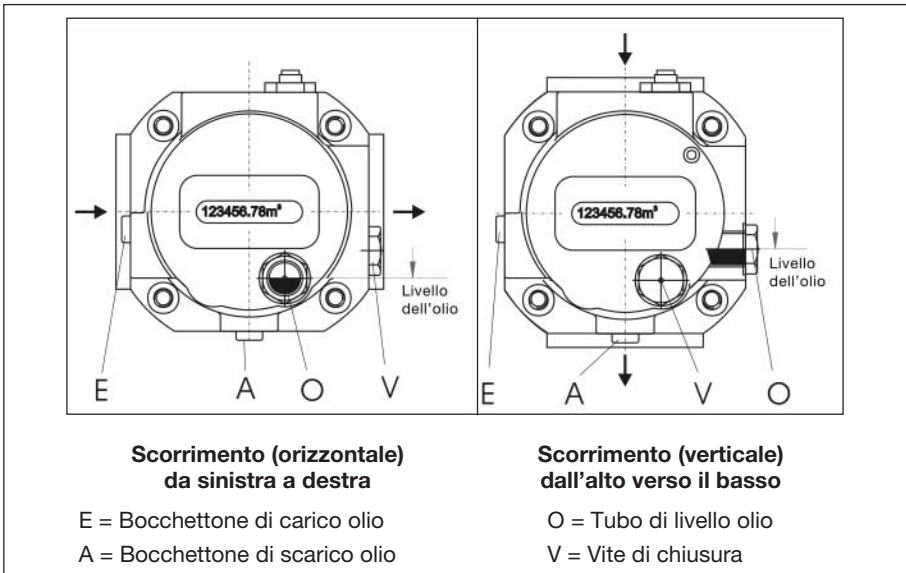

Figura 7: Posizione di montaggio orizzontale e verticale, riempimento olio e indicatore livello olio **tipo RGV-ST**
- In caso di **scorrimento orizzontale** sono disponibili due aperture di carico dell'olio E o V. L'apertura di scarico A si trova nel punto più basso. Il tubo di livello O si trova sulla parte anteriore del contatore sotto al totalizzatore (Figura 7 a sinistra).
- In caso di **scorrimento verticale** è disponibile soltanto l'apertura di carico dell'olio E. L'apertura di scarico A si trova nel punto più basso. Il tubo di livello è sistemato a destra sul coperchio anteriore del corpo contatore (Figura 7 a destra).